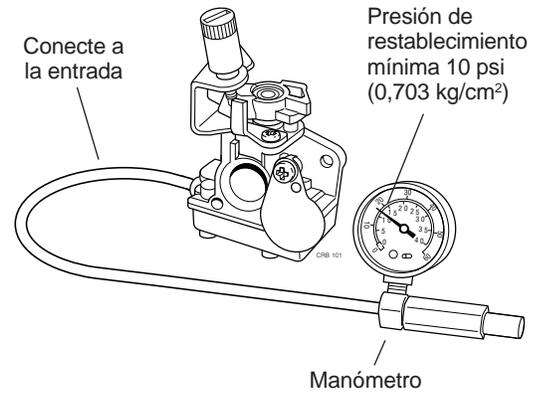

Figura 3.38
- Efectúe la prueba de presión del carburador armado para los valores de presión de disparo y restablecimiento (figura 3.38). Un carburador que no puede retener una presión de 10psi (0,703 kg/cm²) debe ser desarmado e inspeccionado para detectar una válvula medidora mal ajustada, sucia, pegajosa o con otros defectos.